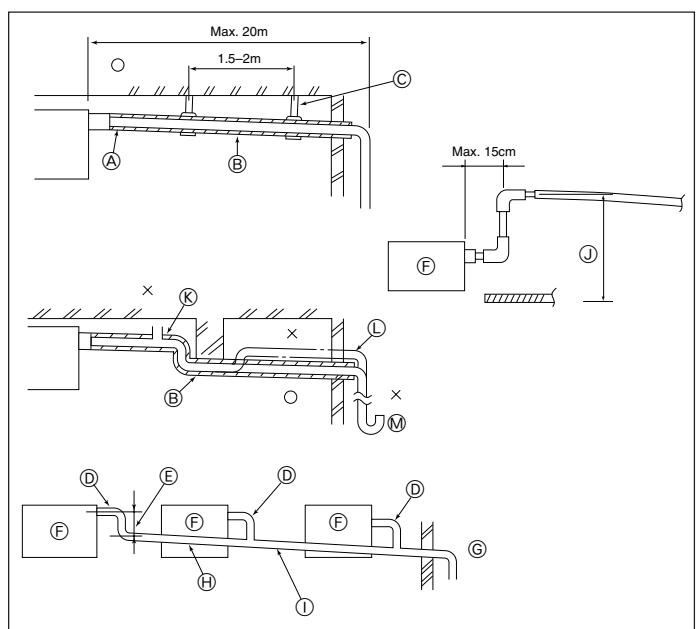

Fig. 3-4
- ① Wikkel de bijgeleverde grote leidingisolatie rondom de gasleiding, en zorg dat het einde van het isolatiemateriaal de zijkant van het apparaat raakt.
- ② Wikkel de bijgeleverde kleine leidingisolatie rondom de vloeistofleiding, en zorg dat het einde van het isolatiemateriaal de zijkant van het apparaat raakt.
- ③ Zet deze isolatie vast met de bijgeleverde bevestigingsbandjes. (Zet de eerste bandjes op 20 mm van de uiteinden.)
3.4. Installatie van Draineerbuizen (Fig. 3-4)
- ① Juist aangelegde leidingen
- ② Onjuist aangelegde leidingen